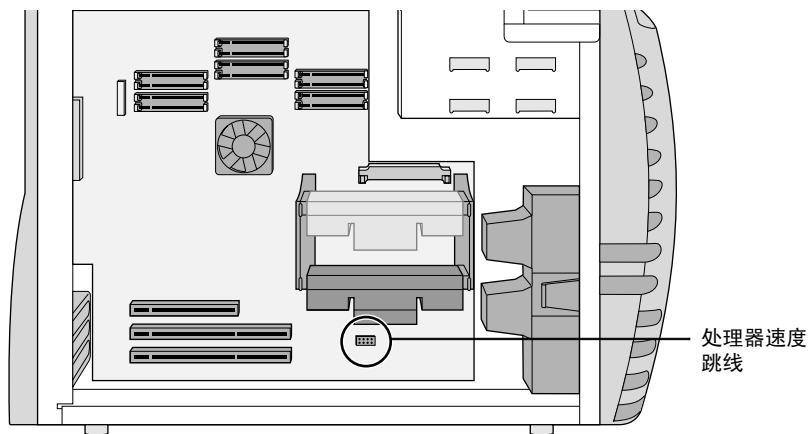

图 6-7 处理器速度跳线
11. 将处理器速度跳线移至与要安装的一个或多个处理器相对应的位置。表 6-2 显示了处理器速度跳线位置。图 6-7 显示了系统板上的处理器速度跳线的位置。
- 确保处理器速度跳线设置正确（见图 6-7）。